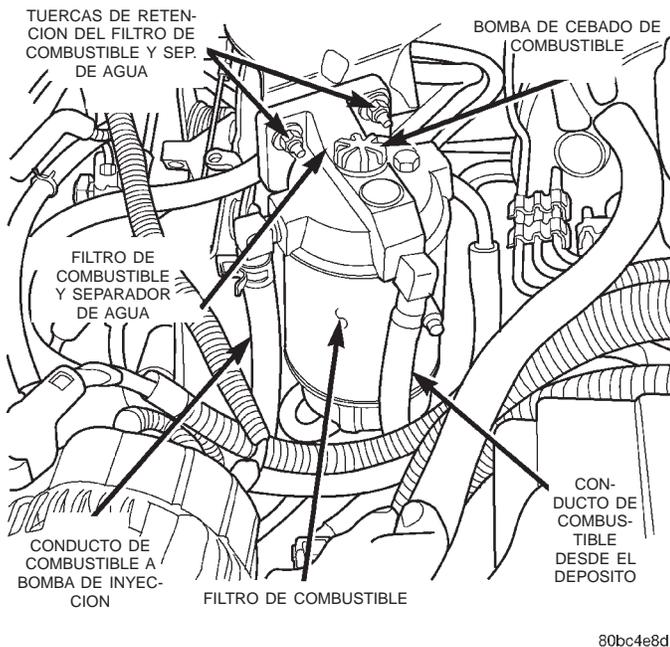

Fig. 21 Localización y orientación del filtro de combustible y separador de agua
El filtro de combustible y separador de agua está situado en el lado izquierdo del compartimiento del motor, detrás del generador (Fig. 21).
(8) Apriete las tuercas que fijan el filtro al soporte de instalación (Fig. 21) con una torsión de 28 N·m (250 lbs. pulg.).